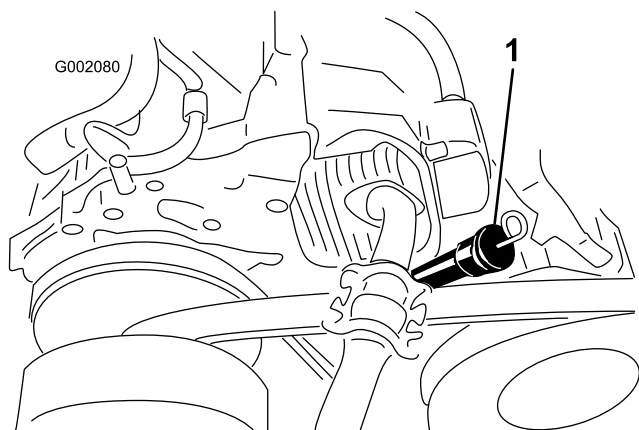

図 16
3. 給油口からごみが入ってエンジンを傷つけないように、補給口 図 16 の周囲をウェスできれいに拭く。
4. ディップスティック 図 16 を回して抜き取り、付いているオイルをウェスで拭きとる。
5. ディップスティックを根元まで完全に差し込む 図 16。
8. ディップスティックを取り付ける。奥まで完全に差し込むこと 図 16。